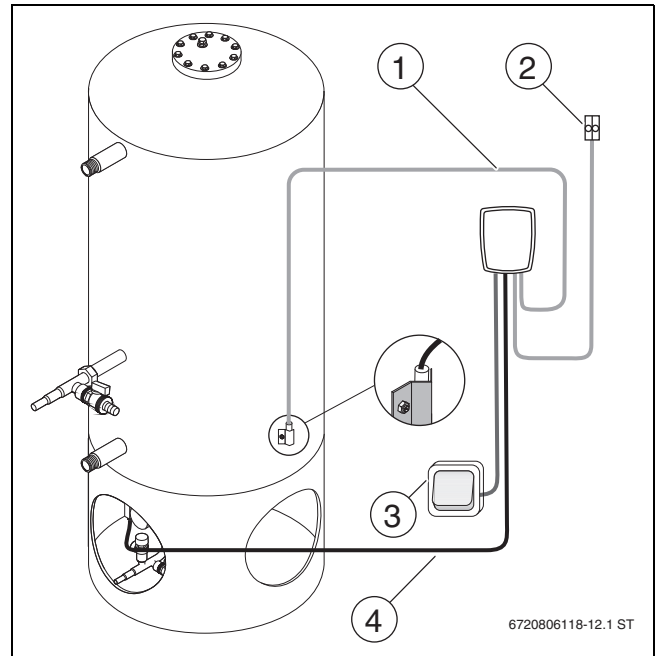

Fig. 15 Diagrama de conexiones del regulador (representación esquemática)
- ▶ Conducir el cable de conexión del sensor del colector [2] por debajo del aislamiento hasta la alimentación solar (→fig. 15).